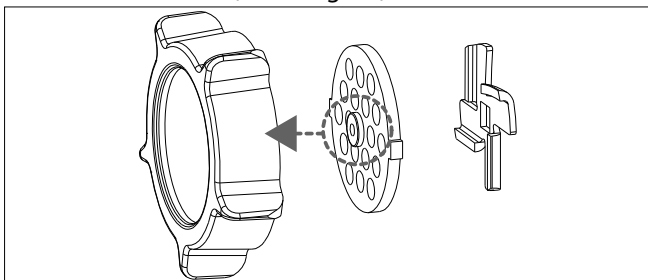

Fig. 13 – Insertar correctamente el disco perforado
- ▶ Seleccione un disco perforado adecuado y colóquelo en el eje del sinfín alimentador. Asegúrese de que el disco perforado se inserta en la carcasa del sinfín con la ranura en la posición correcta y la pestaña apuntando hacia delante (véase Fig. 13).